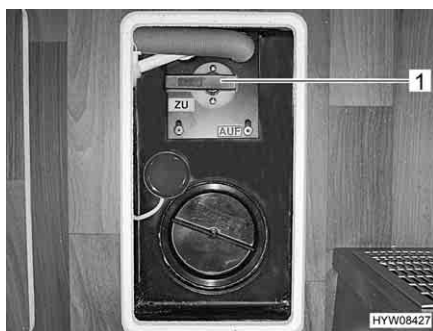

Fig. 148 Leva di comando del serbatoio delle acque grigie
La leva di comando (Fig. 148,1) per lo smaltimento delle acque grigie si trova sotto una copertura nel doppio fondo. Il tubo di scarico con collegamento per un tubo di gomma per lo scarico si trova sotto al veicolo.
- Aprire il rubinetto di scarico. A questo scopo ruotare la leva di comando (Fig. 148,1) del rubinetto di scarico di un quarto di giro. La leva di comando è posizionata verticalmente oppure nel senso della lunghezza rispetto al tubo di scarico. Le acque grigie fuoriescono.
- Dopo il deflusso completo delle acque grigie, richiudere il rubinetto di scarico. A questo scopo ruotare la leva di comando (Fig. 148,1) del rubinetto di scarico di un quarto di giro. La leva di comando è posizionata orizzontalmente oppure trasversalmente rispetto al tubo di scarico.